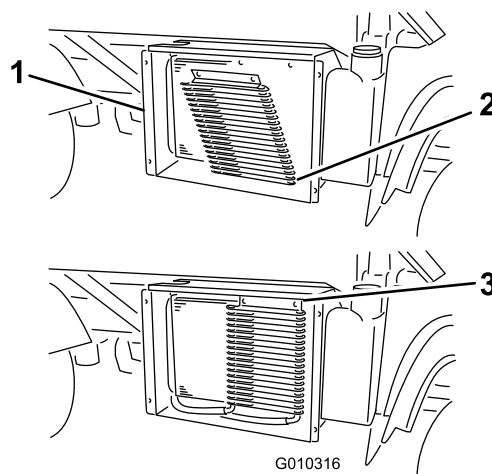

Figura 60
3. Se presenti, ruotate i fermi e spostate il refrigeratore dell'olio dal radiatore (Figura 60).